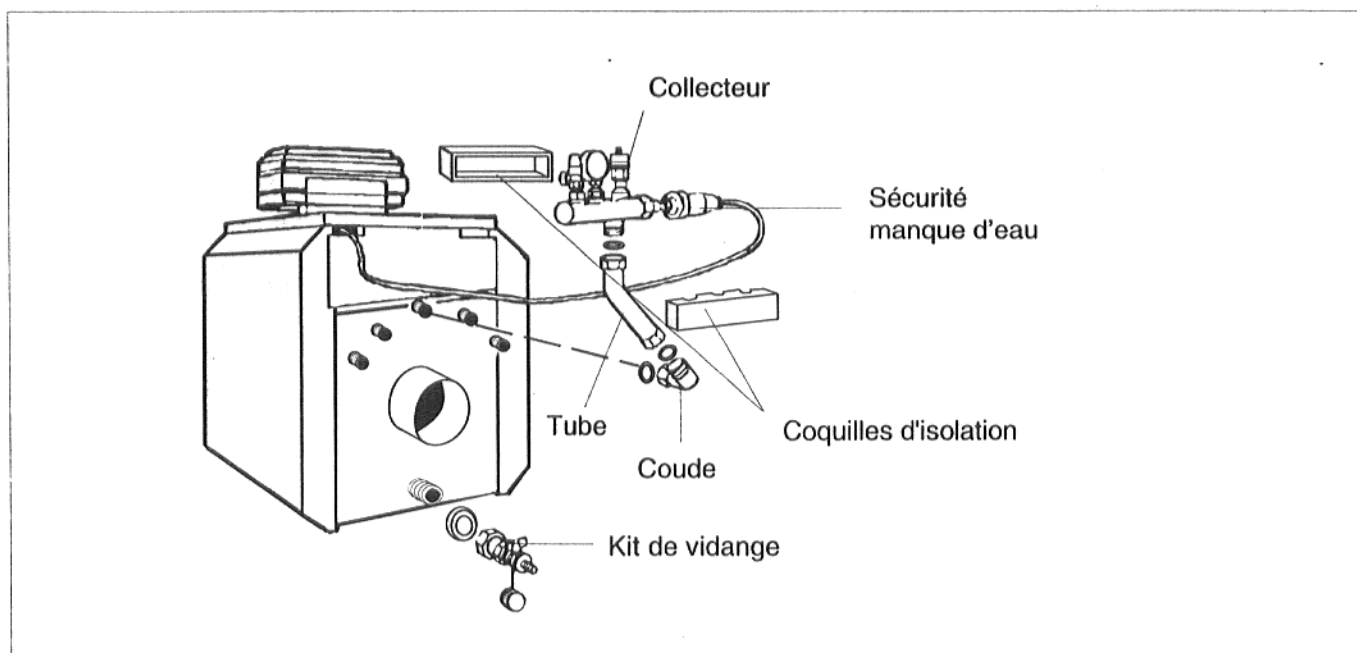

Fig. 2 Kit de sécurité KSS pour chaudière S115, montage à droite
2. Vers le haut, côté droit de la chaudière (fig. 2).